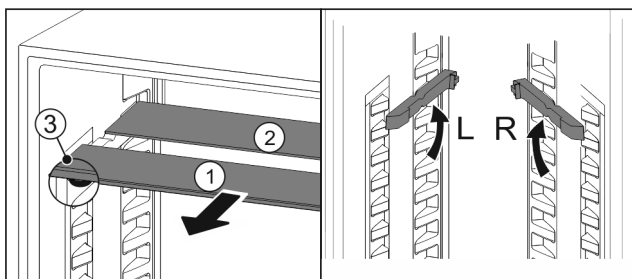

Fig. 74
- ▶ По одной извлеките Fig. 74 (1) стеклянные панели движением вперед.
- ▷ Стеклянная панель Fig. 74 (1) с декоративной планкой лежит спереди.
- ▷ Стопоры Fig. 74 (3) показывают вниз.